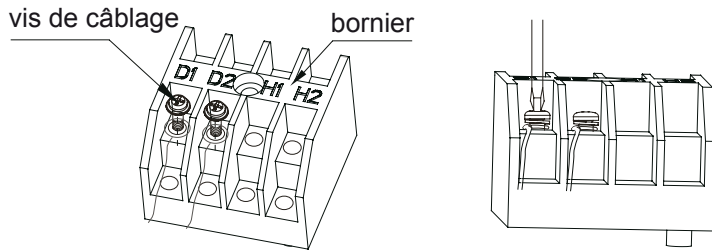

Fig 5.3.1
- (1) Ôter le couvercle du boîtier électrique.
- (2) Faire passer le câble d'alimentation par les passages de câble.
- (3) Connecter le câble de communication aux bornes D1 et D2 de la carte de câblage 4 bit intérieure, comme indiqué sur la fig 5.3.1.